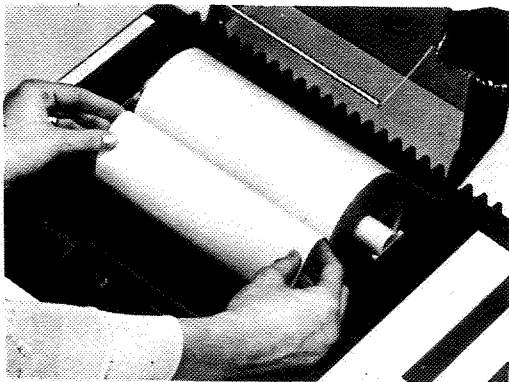

Fig. 2.3
- 5) Infilare la carta sotto il rullo di stampa (vedi fig. 2.3).